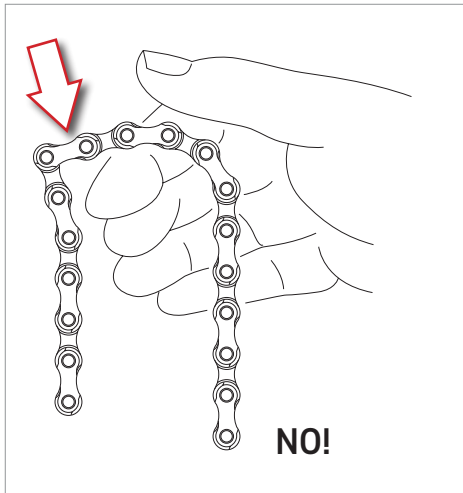

Fig.21
- Vérifiez que la fermeture de la chaîne ne présente pas de point dur d'articulation ou de maillons qui ne glissent pas librement (Fig. 21).